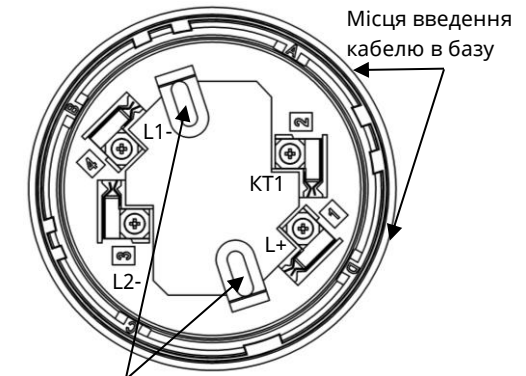

Рисунок 2 – Розташування клем на базі СПТА
- 2) встановити базу на рівній поверхні, прикріпити шурупами або гвинтами згідно рис. 2, після затягування яких база не повинна бути деформована.
3) закріпити дроти АІ в гвинтових клеммах бази відповідно до рис. 2 і таблиці 1. В базі СПТА DETECTO HT110 чотири клеми, в СПТА DETECTO HT100 – дві клеми;